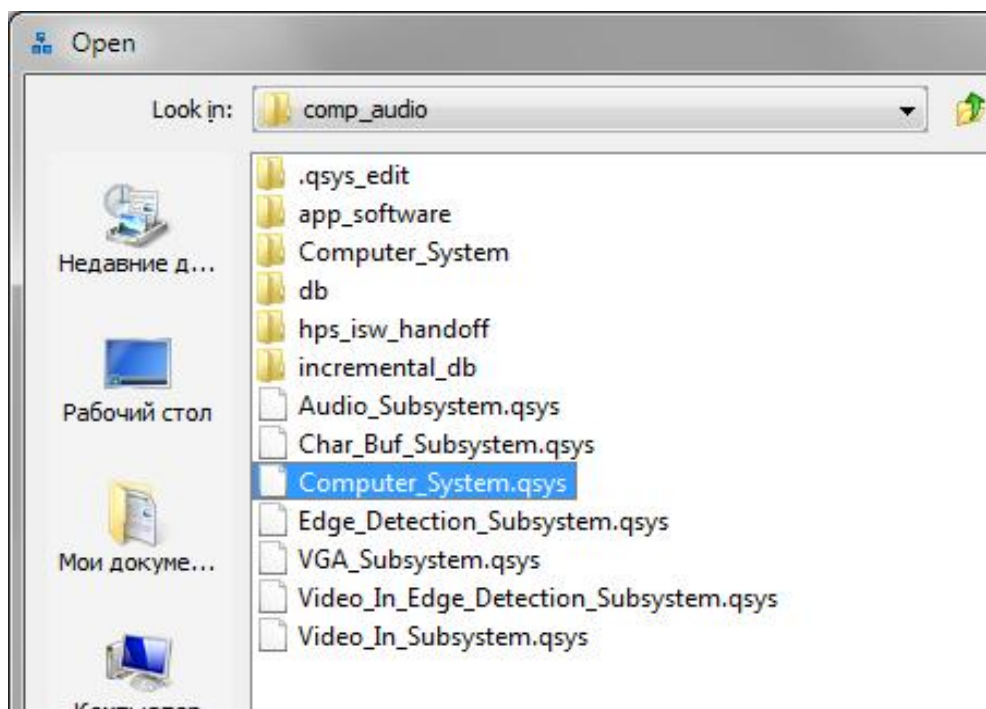

Рис. 66. Вибір файлу опису системи на кристалі
3. Запустіть утіліту **Qsys** (або **Platform Designer**). Відкрийте файл опису системи **Computer_System.qsys** (рис. 66).